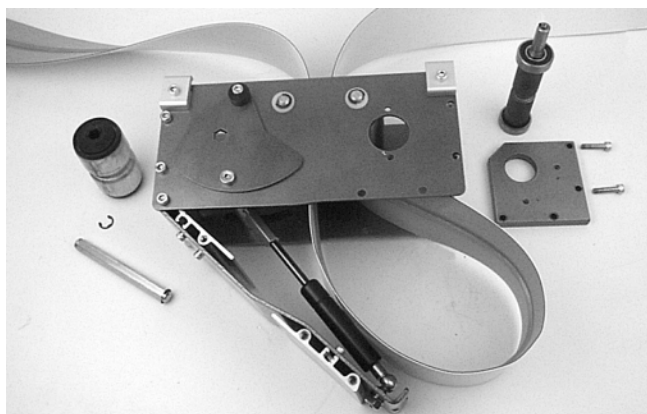

Abbildung 33
2. Bandschleife in das Modul legen (Abbildung 33).